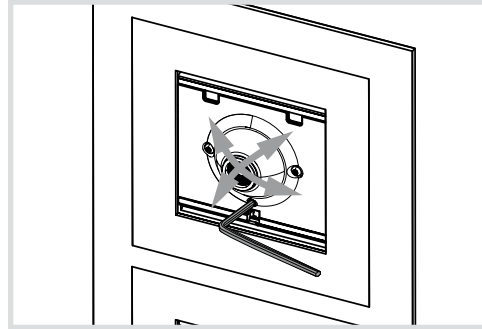

Bild 11: Kamera Ausrichtung Video Modul
(15) Demontageöffnung
- Die Fixierschraube (2) für die Kamera mit dem beiliegenden Inbusschlüssel 1,5 mm lösen (Bild 11 oder 12).